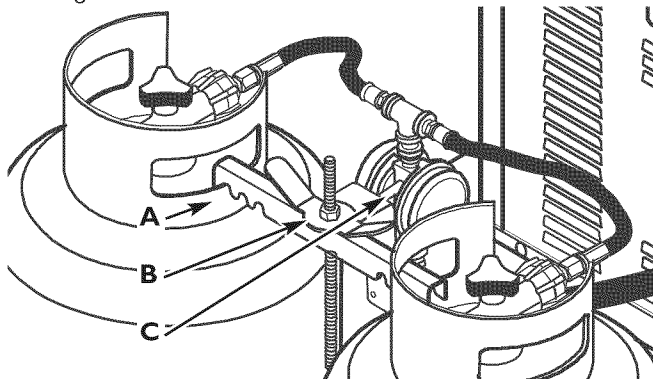

Figure 8 - Réservoirs de combustible PL adéquatement-fixés
5. Vissez l'écrou à oreille dans le sens HORAIRE dans la tige filetée. Serrez à la main l'écrou à oreille contre l'assemblage de boyau d'alimentation/régulateur, en s'assurant que les encoches du support de retenue demeurent engagées avec les bagues des réservoirs de combustible PL et que les réservoirs de combustible PL sont fermement retenus. Voir Figure 8.